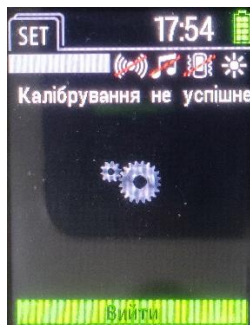

Рисунок 34 – «Калібрування не успішне»
- **«Калібрування не успішне»** - що означає, що прилад не зміг виявити коректно фотопіки калібрувальної проби або не може здійснити компенсування вимірювального тракту (рис. 34). У цьому випадку необхідно звернутись до виробника.